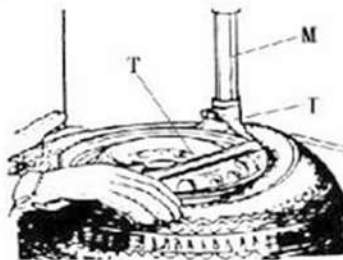

Fig 6
Abaixe o Braço Vertical (M) até que o Cabeçote de Montagem/Cabeçote de Desmontagem (I) fique próximo à borda do aro, gire o botão de travamento pneumático (K) para travar o Braço Vertical (M) e o Braço Horizontal na posição e controle a distância do Cabeçote de Montagem/Cabeçote de Desmontagem até a borda do aro da roda em cerca de 2 a 3 mm. Insira a Alavanca de Suspensão (T) entre o talão do pneu e a seção dianteira do Cabeçote de Montagem/Cabeçote de Desmontagem (I) e mova o pneu acima do Cabeçote de Montagem/Cabeçote de Desmontagem, conforme mostrado na Fig. 6.